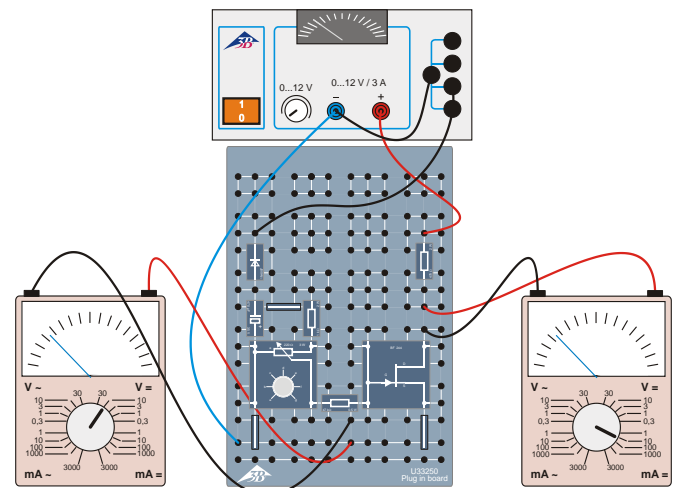

Fig. 3: Voltmetro tra Gate e Source.
- Collegare quindi il multimetro analogico per la misurazione della tensione fra Gate e Source, polo negativo su Gate (Fig. 3).